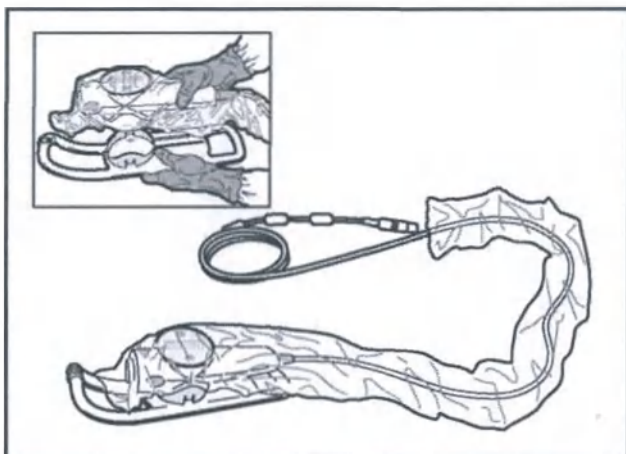

Рисунок 3. Подсоединение помещенного в пакет MDU5 PLUS к салазкам, подготовленный моторный привод MDU5 PLUS
1. Поместите MDU5 PLUS в стерильный пакет для MDU5 PLUS и подсоедините моторный привод к пакету, руководствуясь Инструкцией по применению стерильного пакета для MDU5 PLUS. См. Рисунок 3.
2. Закрепите MDU5 PLUS на одноразовых салазках, руководствуясь Инструкцией по применению салазок. На дисплее MDU5 PLUS должно появиться сообщение о подсоединении к салазкам. См. Рисунок 3.